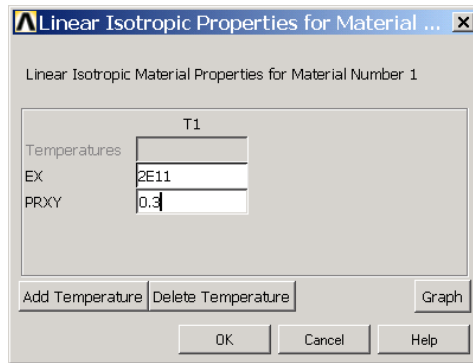

图9.8 定义材料参数
(7) 双击【Favorites】|【Linear Static】|【Linear Isotropic】菜单，将弹出如图 9.8 所示的对话框。在【EX】文本框中输入弹性模量【2E11】，在【PRXY】文本框中输入泊松比【0.3】，然后单击【OK】按钮。